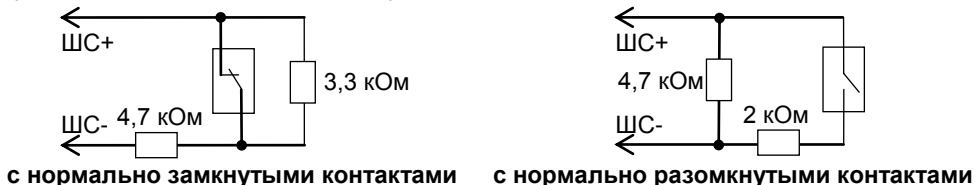

Рисунок 5. Подключение датчиков типа «сухой контакт» к контактам «ШС1» и «ШС2»
4.2.1 Подключите к контактам «ШС1» и «ШС2» блока датчики или выходные цепи других приборов с выходом типа «сухой контакт», соблюдая полярность (см. рис. 5).